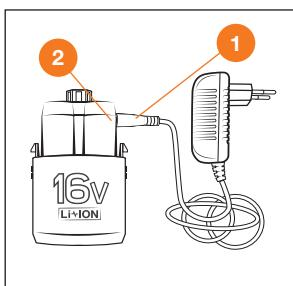
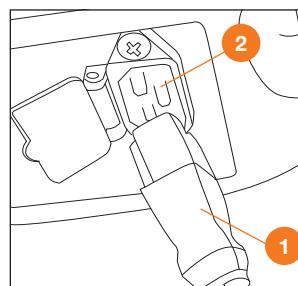

Рис. 12
Рис. 13
2. Для зарядки съемного аккумулятора вставьте штекер ① зарядного устройства в разъем аккумуляторной батареи ② (Рис. 12). Для зарядки встроенного аккумулятора вставьте шнур сетевого адаптера ① в разъем для зарядного устройства ② в корпусе опрыскивателя (Рис. 13). Индикатор на зарядном устройстве загорится красным светом, и начнется процесс зарядки.